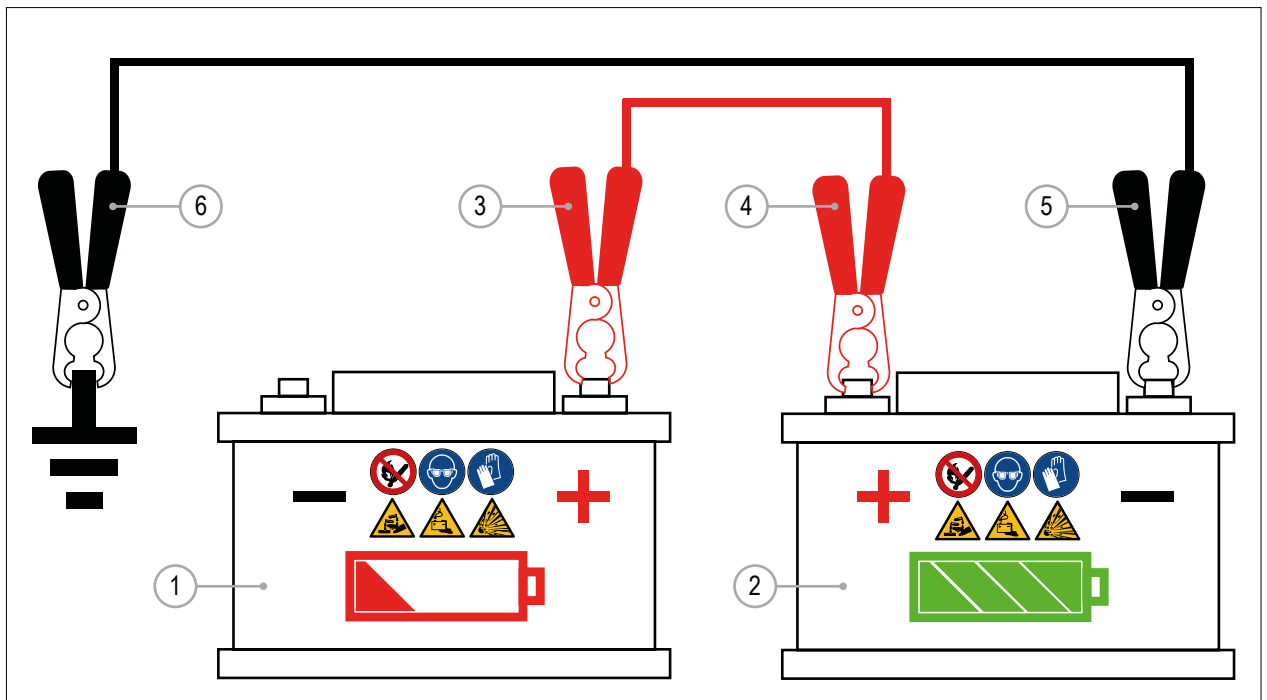

РИС. 34
Если аккумуляторная батарея машины (РИС. 34 - Рис. 1) неисправна, двигатель можно запустить с помощью вспомогательного аккумулятора и комплекта кабелей (РИС. 34 - Сс. 2)
- 3) Подсоедините положительный (+) кабель вспомогательного аккумулятора к положительной (+) клемме аккумулятора машины (РИС. 34 - Сс. 3). Возможно подключение к положительной клемме стартера (рис. 37 - Сс. 4).
- 4) Подключите другой конец положительного (+) вспомогательного кабеля к положительному (+) полюсу вспомогательного аккумулятора (РИС. 34 - Сс. 4).
- 5) Подсоедините отрицательный (-) кабель вспомогательного аккумулятора к отрицательному (-) полюсу вспомогательного аккумулятора (РИС. 34 - Сс. 5).
- 6) Подсоедините другой конец отрицательного (-) вспомогательного кабеля к металлической части рамы машины или двигателя в отдалении от аккумулятора машины (РИС. 34 – Сс. 6).